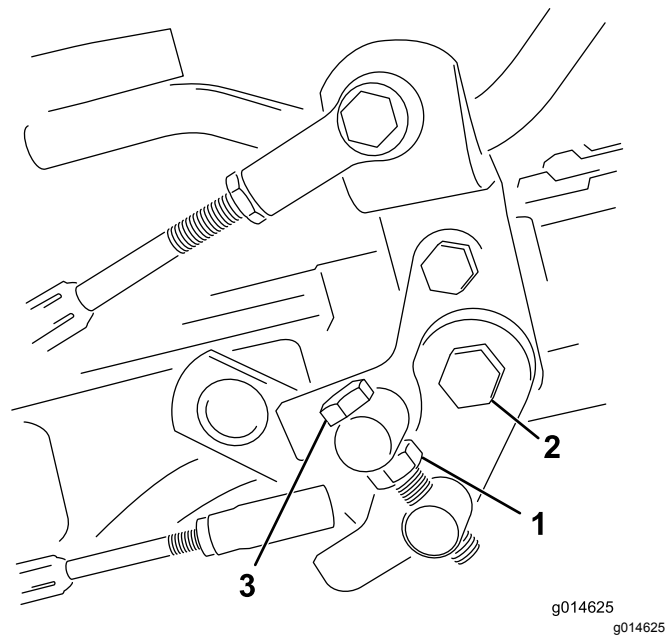

图53
- 1. 松开枢轴螺栓上的锁紧螺母 图53。
- 4. 上紧枢轴螺栓上的锁紧螺母和踏板枢轴上的螺母锁定调整 图53。检查调整情况、并按需要调整。